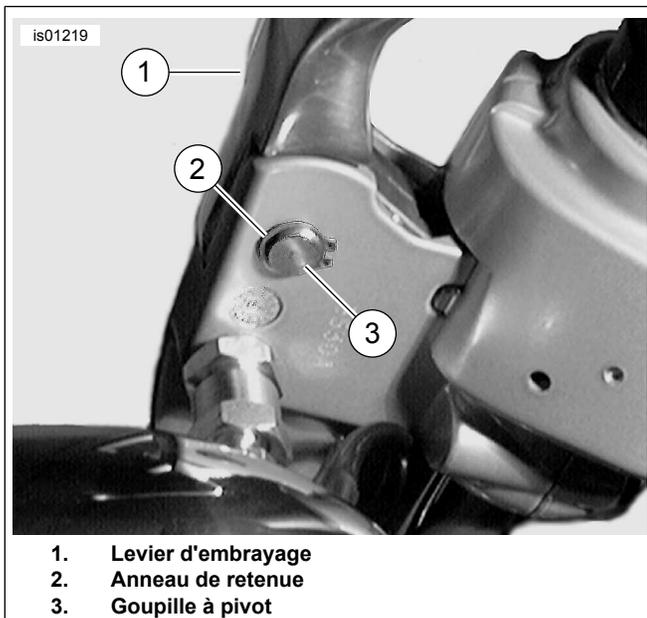

Figure 2. Dépose du couvercle d'embrayage
6. Voir Figure 2. Déposer l'anneau de retenue (2) de la rainure dans la goupille à pivot de l'embrayage (3) et le mettre au rebut.
1. Voir Figure 2. Tout en maintenant le contre-écrou du feu de direction sous l'ensemble levier/maître-cylindre de frein, dévisser le rétroviseur (dans le sens antihoraire). Déposer le rétroviseur et l'ensemble de feu de direction. Conserver le rétroviseur et les rondelles pour la repose. Utiliser un serre-câbles ou autre appareil et sécuriser l'ensemble des feux de direction afin qu'il soit hors du chemin.